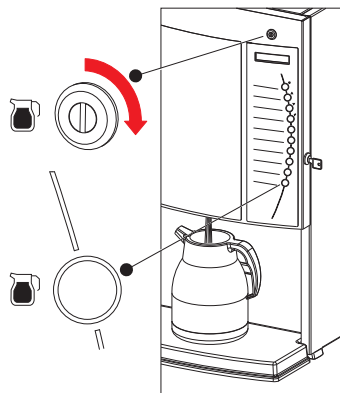

Fig. 30
1. Plaats een lege kan onder de uitloop (fig. 30).
Als de automaat optioneel uitgerust is met een kannenslot heeft alleen de persoon die over de sleutel beschikt de mogelijkheid een kan af te nemen. Zie fig. 30.